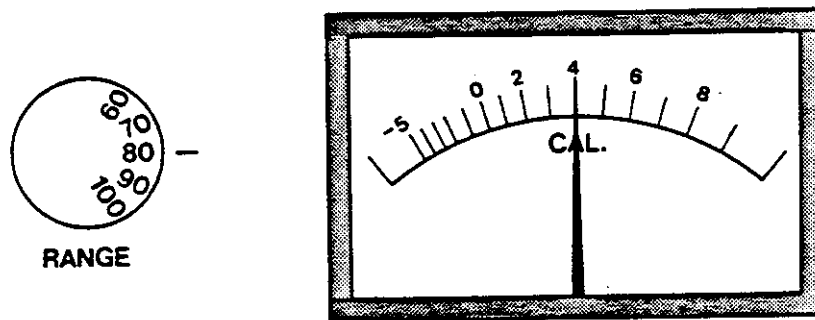

図 7- 21 CAL. 時のメータの振れ
- ⑦ 騒音計のメータおよびレンジからの読取り値が 84 dB であったとしますと、
**TR9404** の “OVERALL” 値が “+84.0 dBEU” となるように（〔図 7- 23〕では +7.7 dBV）“SCALING” の “0 dBEU” の値を選んで下さい。
- となります。〔図 7- 23, 24〕参照
- 設定方法につきましては、〔4-4-5. 「SETUP」〕の項⑩ SCALING メニューを参照して下さい。